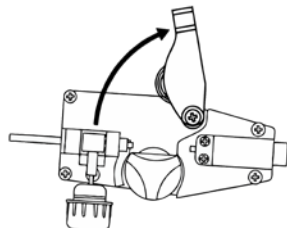

Рисунок 6
- підніміть кронштейн притискного ролика вгору (дивіться рисунок 6);